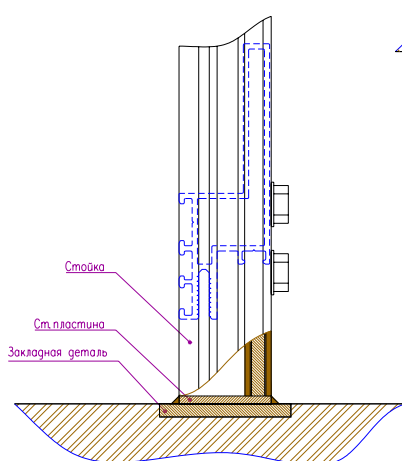

Рис.10-7 Нижний монтажный узел стойки ТП-50361
- После выверки витража (при помощи уровня), стальные пластины витража приварить к закладным деталям проема. В проем витраж крепится при помощи специальных монтажных узлов (рис.10-7...10-9). Нижний монтажный узел представляет собой стальную пластину, которая установлена в полости профиля, прикрепленную к неподвижной закладной детали. Верхний монтажный узел выполнен подвижным для выборки зазоров по проему и для компенсации температурных расширений;